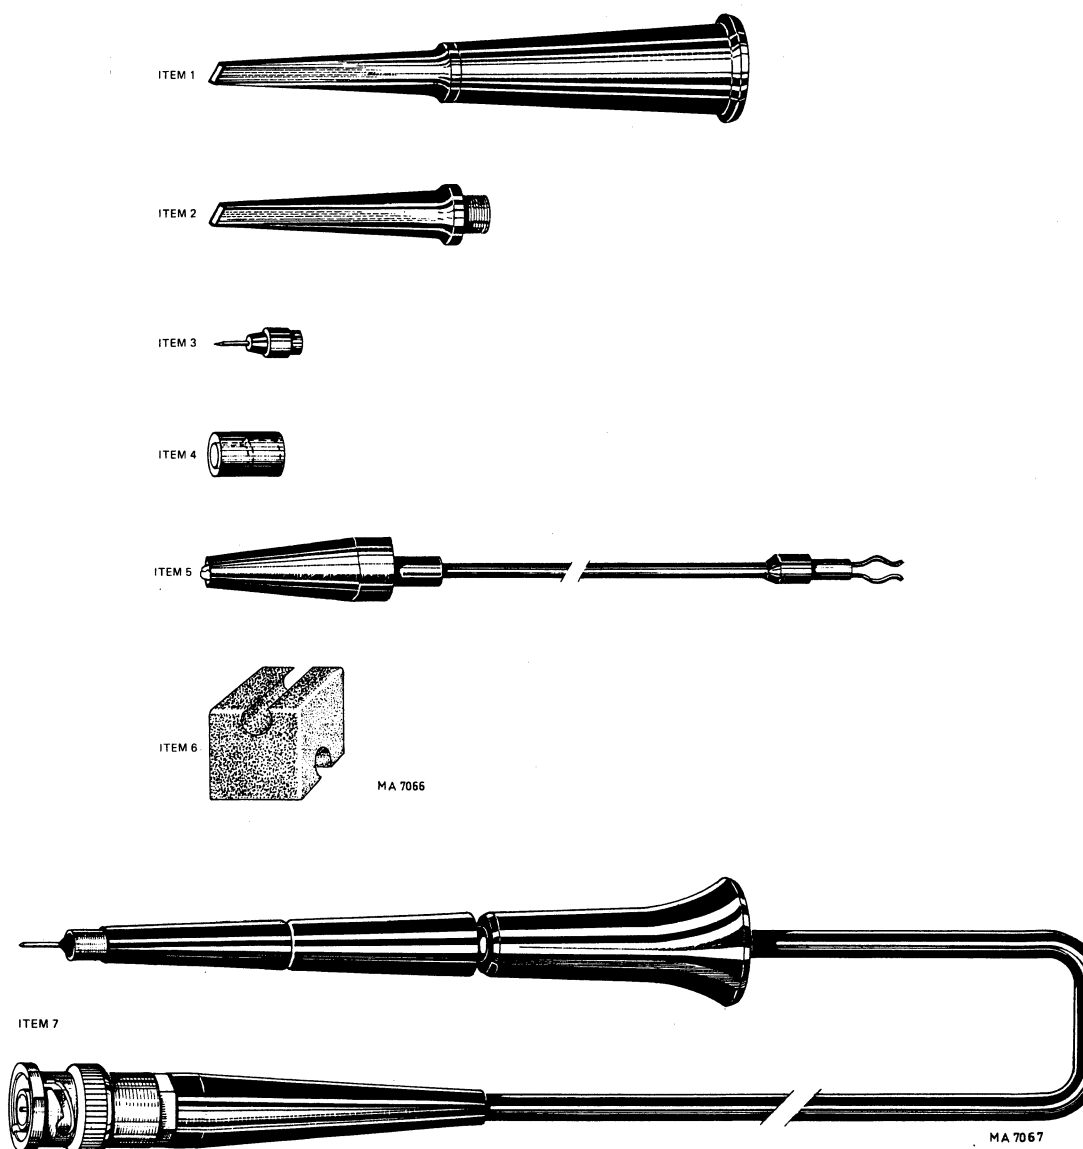

Fig. 3.28. Probe set PM 9335
1 test hook	Fig. 3.28. item 1
2 spare test hook sleeves	Fig. 3.28. item 2
2 spare probe tips	Fig. 3.28. item 3
1 protective cap	Fig. 3.28. item 4
1 earthing lead	Fig. 3.28. item 5
1 probe holder	Fig. 3.28. item 6
1 probe assembly	Fig. 3.28. item 7